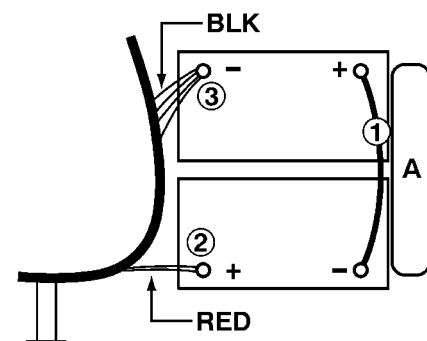

FIG. 2
3. Déposez avec précaution les batteries dans le compartiment et connectez les bornes comme illustré (Figure 2).
4. Pour fixer les batteries, placez la pièce d'écartement tubulaire en PVC de couleur blanche "A" derrière les batteries dans le compartiment comme illustré. (Figure 2).
5. Branchez les câbles aux bornes de batteries suivant l'ordre des numéros indiqués sur les étiquettes. (ROUGE SUR BORNE POSITIVE ET NOIR SUR BORNE NEGATIVE) (Figure 2).